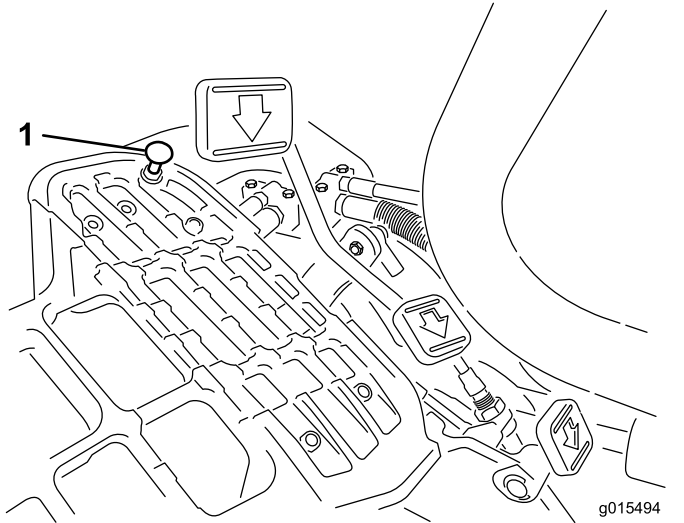

Bild 41
Stellen Sie den Funktionsschalthebel in die TRANSPORT-Stellung und treten Sie auf das Fahrpedal, um die maximale Transportgeschwindigkeit zu erreichen. Wenn das Pedal den Anschlag erreicht (Bild 41), bevor das Kabel gespannt ist, führen Sie folgende Einstellungsschritte aus:
1. Stellen Sie den Funktionsschalthebel in die TRANSPORT-Stellung, lösen Sie die Sicherungsmutter, mit der der Pedalanschlag an der Bodenplatte befestigt ist (Bild 41).